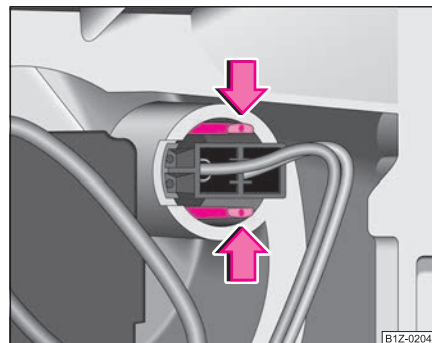

Fig. 224 Demontarea becului luminii de poziție
- Apăsați elementele de prindere în sensul săgeții și scoateți soclul cu becul luminii de poziție ⇒ fig. 224.